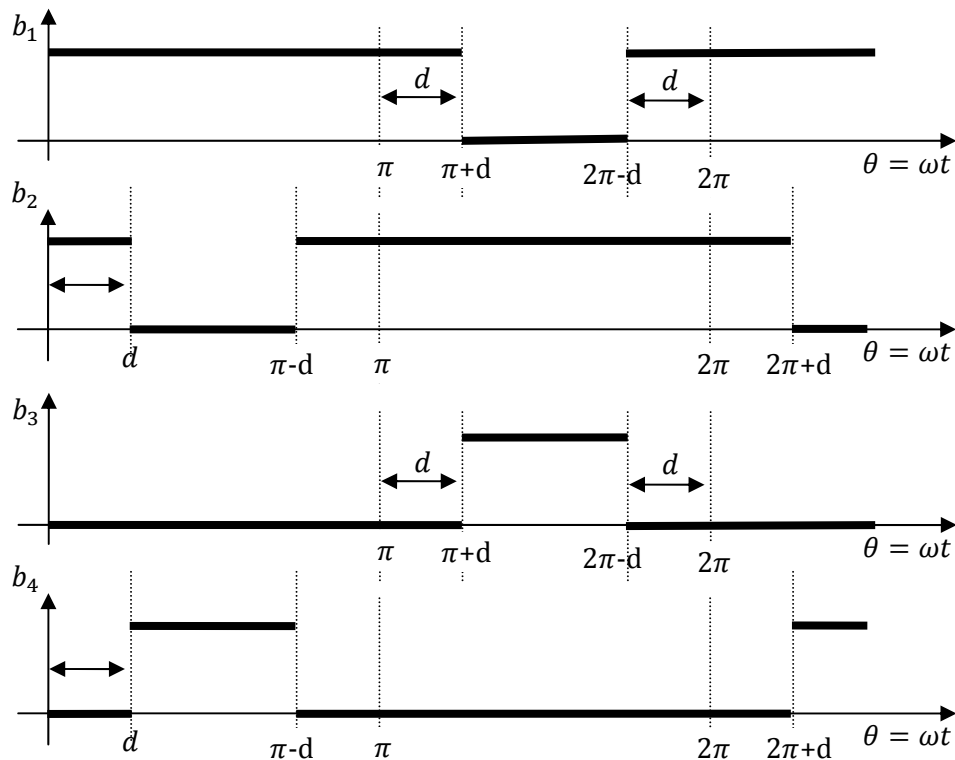

Figure 2 : Chronogrammes des bits d'état b_1 à b_4
La Figure 2 représente les chronogrammes des bits d'états b_1, b_2, b_3 et b_4 en fonction de l'angle $\theta = \omega t$. L'angle d est appelé angle de décalage et permet de contrôler la forme de la tension de sortie.
1. A partir des chronogrammes de la Figure 2, établir l'état de conduction des différents interrupteurs sur une période et construire précisément la tension de sortie $v_s(\theta)$ sur deux périodes.